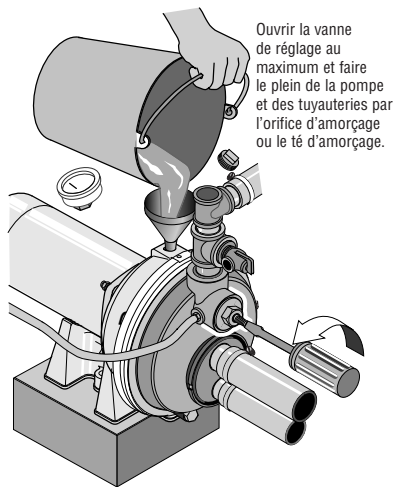

Figure 16 : Remplissage de la pompe
1. Ouvrir au maximum la vanne de réglage (voir la Figure 16), déposer le bouchon d'amorçage de la pompe, puis faire le plein de la pompe, de toutes les tuyauteries entre la pompe et le puits et s'assurer que toutes les tuyauteries du puits sont pleines d'eau. Si un té d'amorçage a été posé sur le tuyau d'aspiration, déposer le bouchon du té et faire le plein de la tuyauterie d'aspiration.